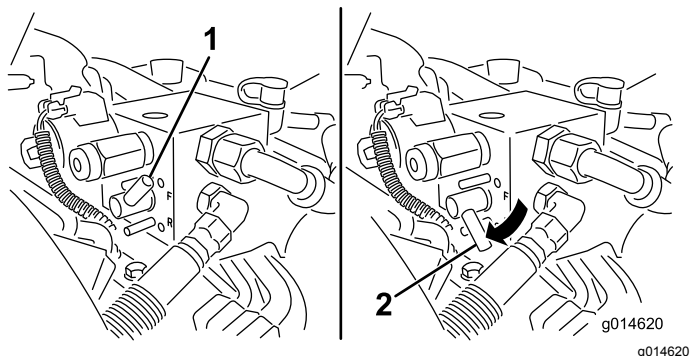

Bild 52
5. Drehen Sie den Läpphebel auf RÜCKWÄRTS (R) (Bild 52).